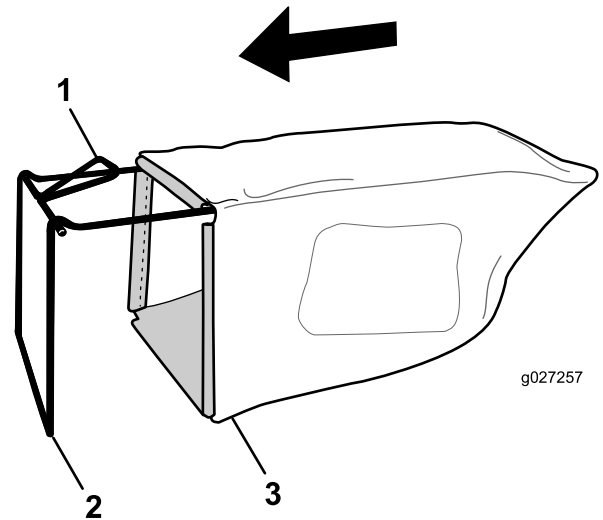

Figura 5
1. Coloque la bolsa de recogida sobre el bastidor, según se muestra en la Figura 5.
- Nota:** No coloque la bolsa sobre el manillar (Figura 5).
Esta máquina sólo funciona si la llave está introducida del todo en el receptáculo del enchufe (Figura 5). Para evitar un arranque accidental o el uso no autorizado de la máquina, retire siempre la llave del receptáculo del enchufe cuando deje la máquina sin supervisar. Guarde la llave fuera del alcance de los niños.